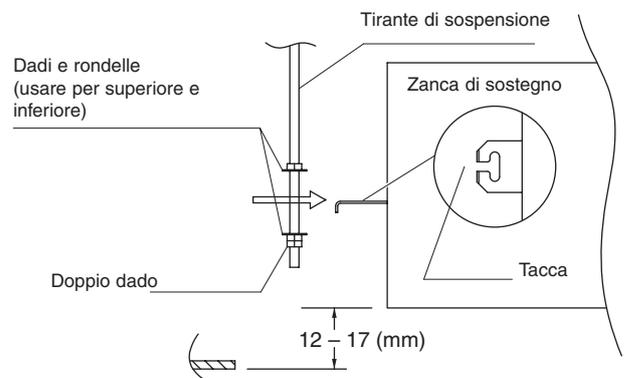

Fig. 3-5
(3) Avvitare i 3 dadi esagonali e le 2 rondelle (non in dotazione) su ciascuno dei 4 tiranti di sospensione come illustrato nella fig. 3-5. Usare 1 dado e 1 rondella per la parte superiore e 2 dadi e 1 rondella per la parte inferiore, in modo che l'unità non cada dalle zanche di sostegno.
(4) Regolare la distanza intercorrente tra l'unità e il fondo del soffitto in modo che sia compresa tra 12 e 17 mm. Serrare i dadi sul lato superiore e sul lato inferiore della zanca di sostegno.
(5) Rimuovere il polietilene protettivo utilizzato per proteggere le parti della ventola durante il trasporto.